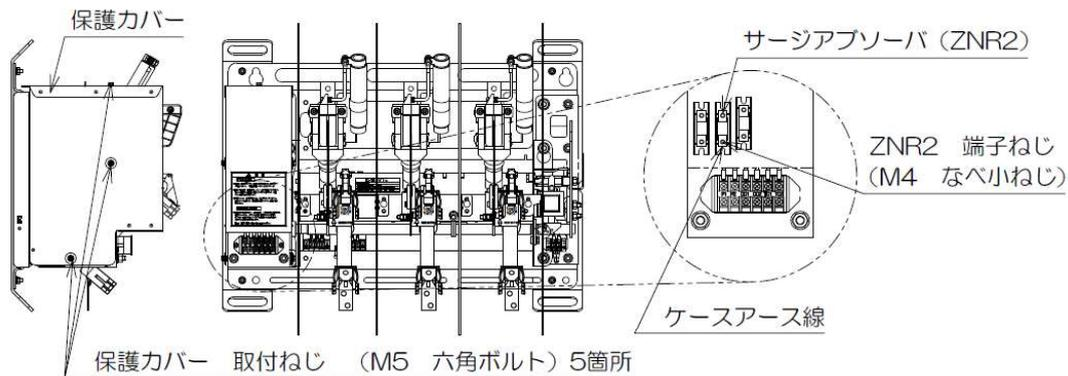

図 5
- (2) 絶縁抵抗試験 (DC 500V) については、ケースアース線を接続したまま実施できます。制御回路一括とアース間の絶縁抵抗は、10MΩ 以上になることを確認してください。
- (3) 保護カバーは、上面 1 箇所、両側面各 2 箇所の合計 5 箇所の六角ボルト (M5) を緩めて外してください。保護カバーは、前方又は上方に取外すことができます。(図 5)